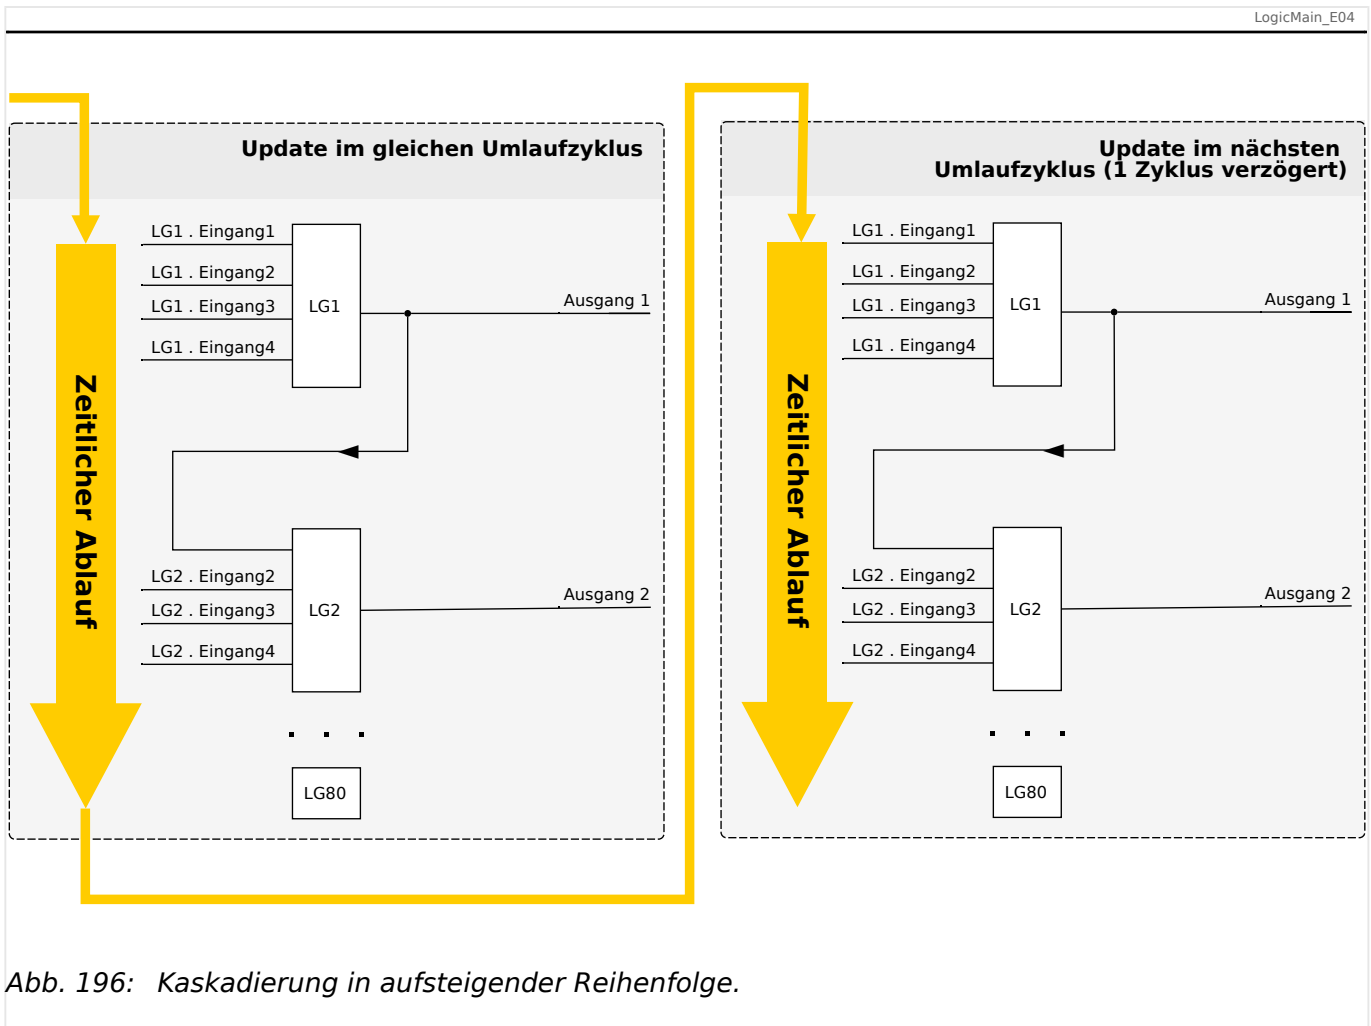
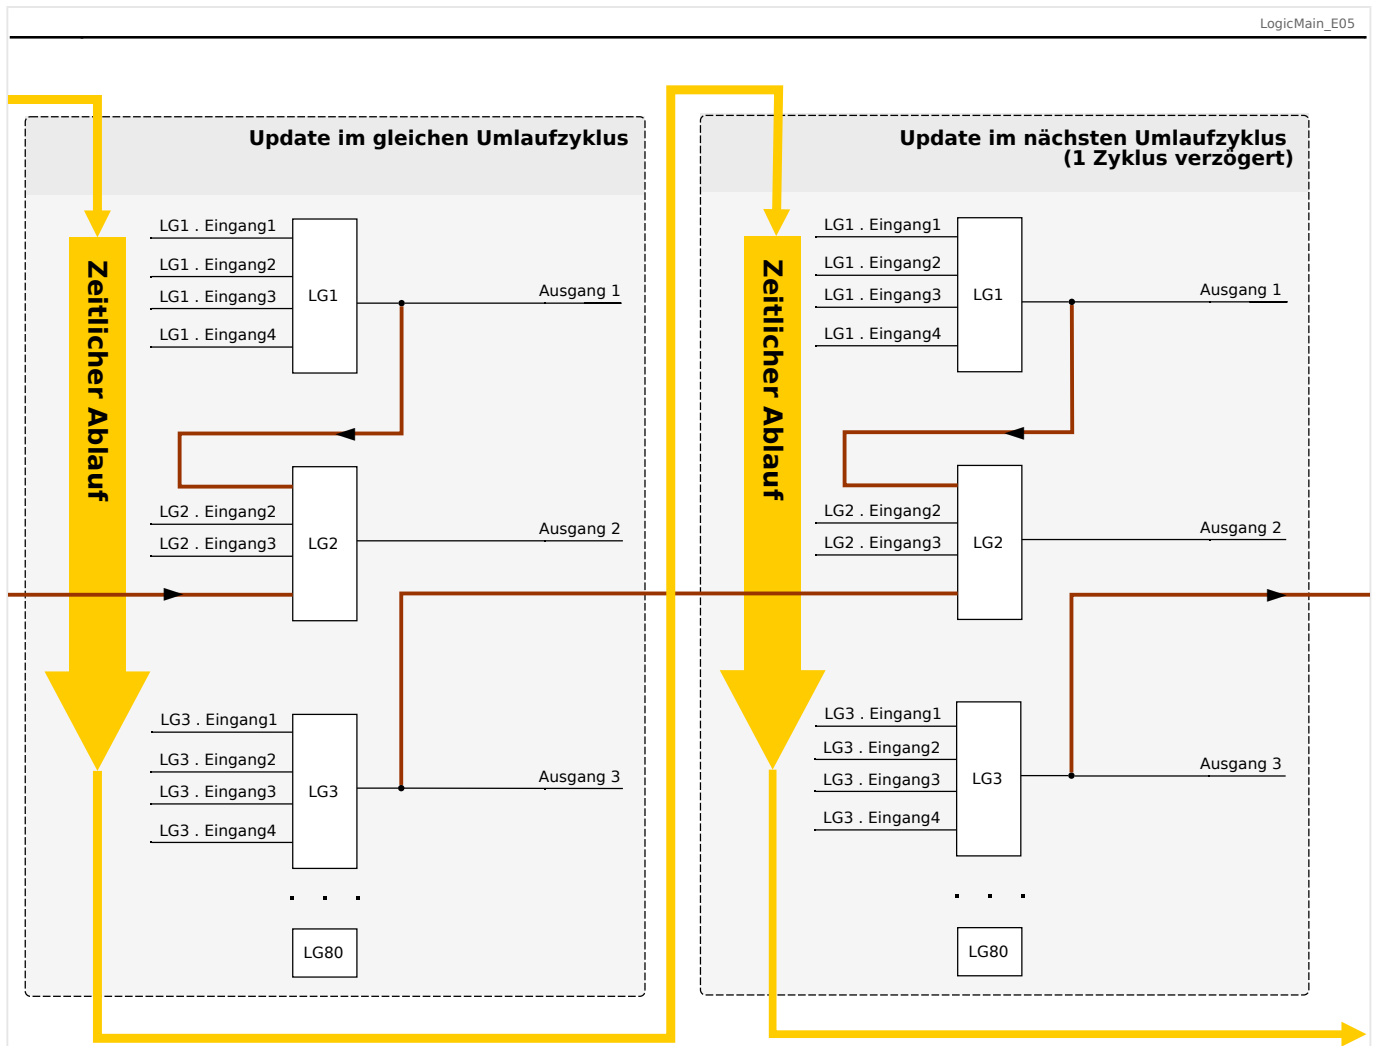

Abb. 196: Kaskadierung in aufsteigender Reihenfolge.
Abb. 197: Kaskadierung in absteigender Reihenfolge.
- Kaskadierung in **aufsteigender** Reihenfolge bedeutet, dass der Ausgang einer Logikgleichung auf den Eingang einer Logikgleichung mit **höherer** Nummer rangiert wird. Das Diagramm  Abb. 196 weiter unten zeigt ein Beispiel, bei dem der Ausgang von LG1 auf einen Eingang von LG2 rangiert wird.
- Kaskadierung in **absteigender** Reihenfolge bedeutet, dass der Ausgang einer Logikgleichung auf den Eingang einer Logikgleichung mit **niedrigerer** Nummer rangiert wird. Das Diagramm  Abb. 197 zeigt ein Beispiel, bei dem der Ausgang von LG3 auf einen Eingang von LG2 rangiert wird.
Bei der Konfiguration des Schutzgerätes bestehen keinerlei Einschränkungen oder Unterschiede zwischen aufsteigender und absteigender Reihenfolge. Da allerdings während der Laufzeit des MCDGV4 die Logikgleichungen in aufsteigender Reihenfolge ausgewertet werden, haben die resultierenden Ausgangswerte, die am Eingang der Logikgleichung anstehen, ein unterschiedliches „Alter“, wie in  Abb. 196 und  Abb. 197 veranschaulicht wird.
Das in Abb. 197 gezeigte Beispiel zeigt eine Konfiguration von „Logikgleichung 2“, die den Ausgang von zwei weiteren Logikgleichungen, „Logikgleichung 1“ und „Logikgleichung 3“, als Eingangszustände verwendet. Hierbei ist der Ausgang von „Logikgleichung 1“ in aufsteigender Reihenfolge verwendet, sodass der Wert in jeweils demselben Prozesszyklus ermittelt wird. Der Ausgang von „Logikgleichung 3“ wird in absteigender Reihenfolge verwendet, sodass der Wert in dem jeweils vorherigen Prozesszyklus ermittelt wurde.